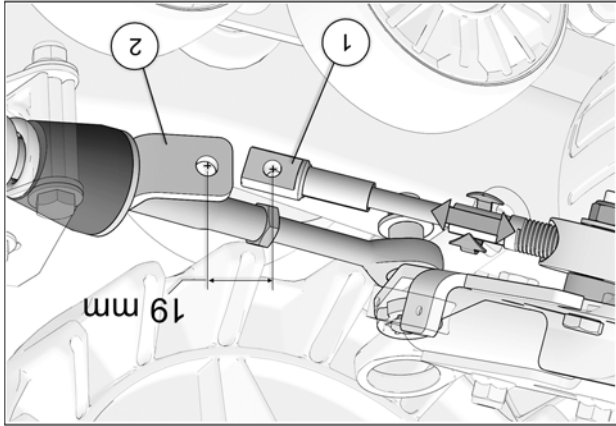

Fig. 27
15. Tourner le guidon du véhicule au maximum de la course du côté gauche. En maintenant une pression au guidon, ajuster le câble (en vissant ou dévissant pour ajuster la longueur). Voir la Fig. 27
16. Obtenir une distance de 19 mm [$\frac{3}{4}$ po.] du centre de l'extrémité du câble (1) au centre de l'extrémité du support de fixation (2). Voir la Fig. 27